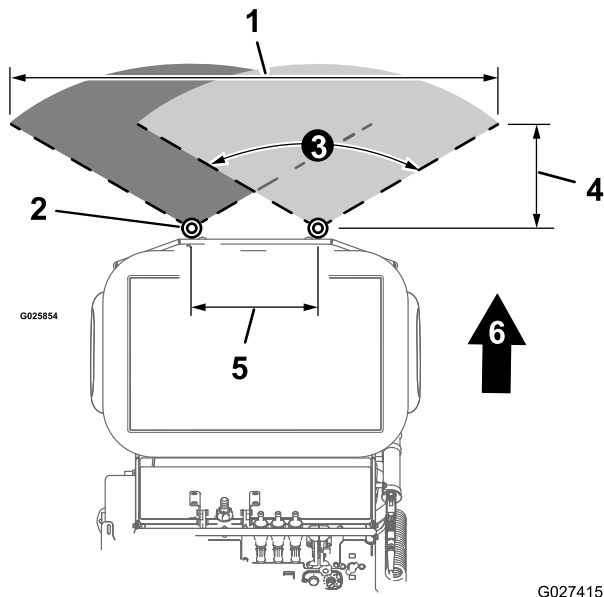

**Figure 39**
- La pulvérisation étroite (Figure 39) de la machine a une largeur de 122 cm (48 po).